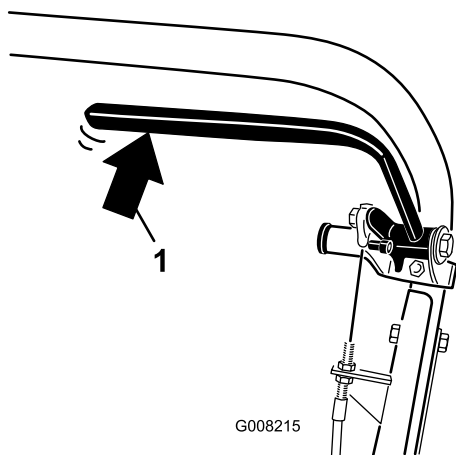

Figura 31
2. Con una bilancia a molla, premete indietro sulla leva del freno di servizio (Figura 31). Rilasciate il freno di stazionamento quando si raggiunge una forza tra 13,5 e 18 kg. Se si rilascia il freno di stazionamento prima di avere raggiunto una forza tra 13,5 e 18 kg, è necessario regolare il cavo del freno. Passate alla fase 3.